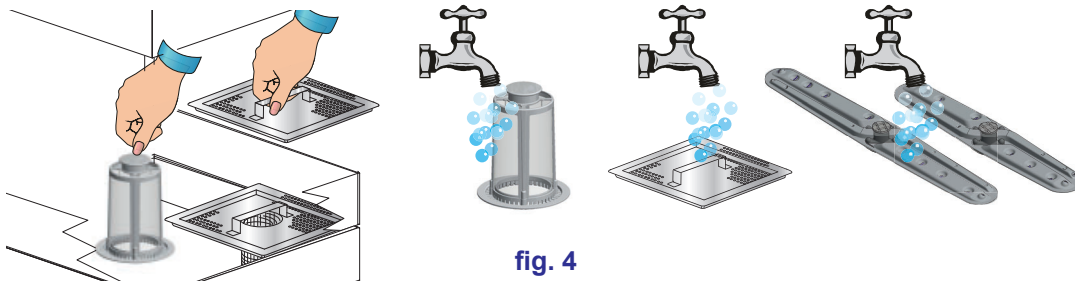

fig. 4
- Retirer le filtre de la pompe et le nettoyer avec une brosse sous l'eau courante (voir fig. 4).
- Retirer les couronnes en agissant sur les vis de fixation, nettoyer soigneusement les gicleur de lavage et les rincer sous l'eau courante (voir fig. 4).